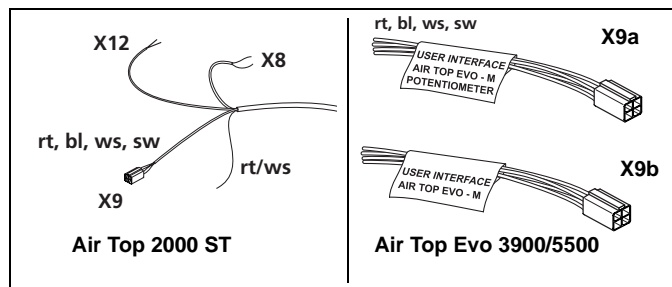
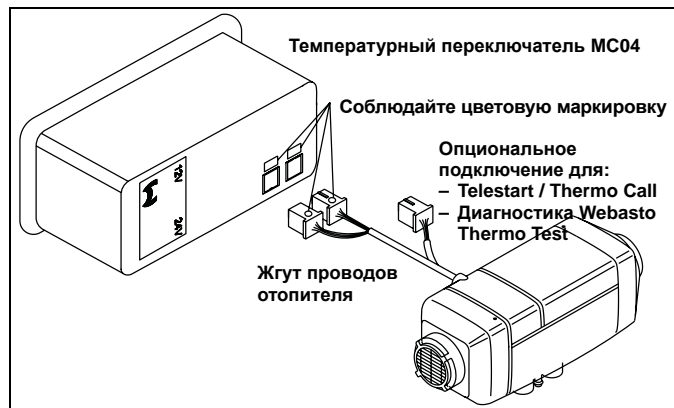

Рис.39: Электропроводка температурного переключателя
Рис.43: Схема соединения Air Top Evo 3900/5500 с температурным переключателем MC04
См. рис. 39.
- Соедините температурный переключатель с двумя штекерами на жгуте проводов отопителя, при этом учитывайте наклейки на жгуте проводов и на цветовую кодировку на штекерах. См. рис. 39 (штекер X9a и X9b), и рис. 43.